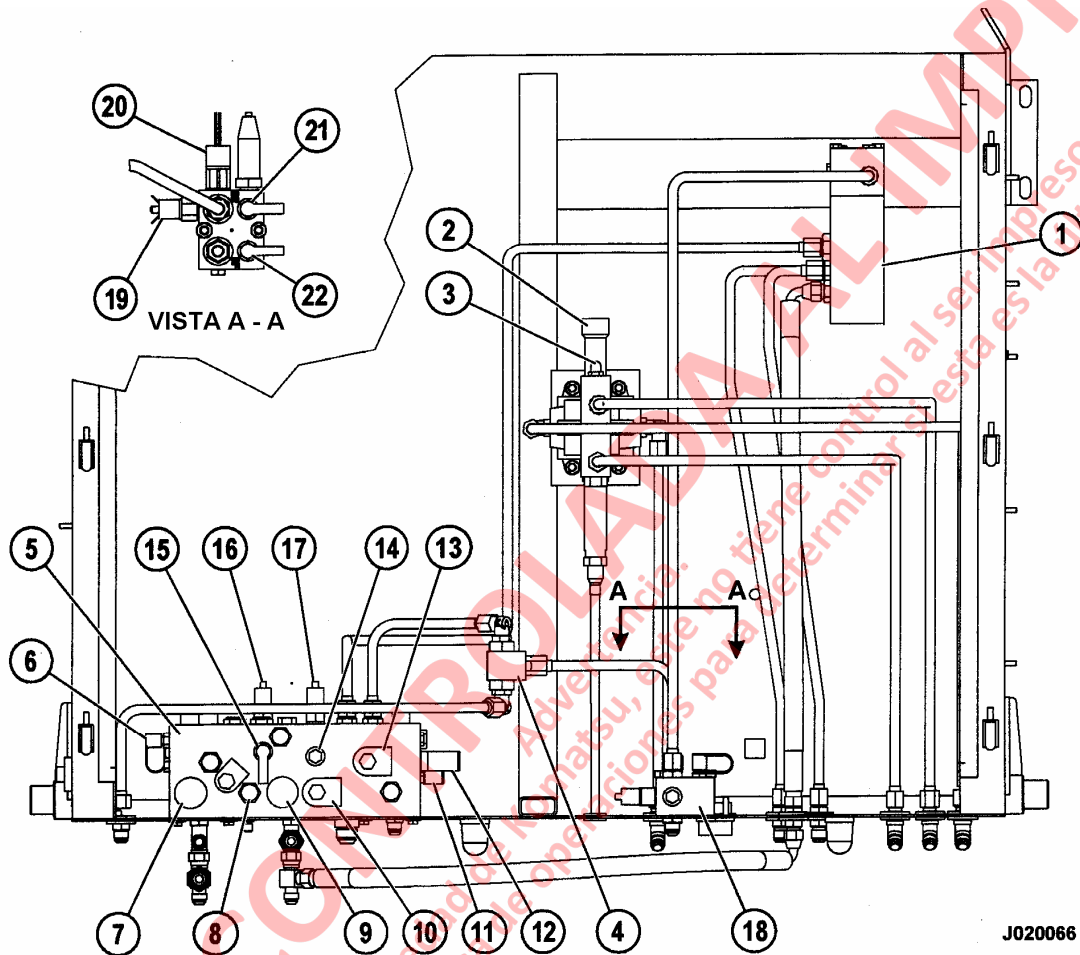

FIGURA 4-1. GABINETE DE FRENO HIDRAULICO
3. Abra las válvulas de purga (7) y (9, Figura 4-1) en el múltiple de frenos para purgar los acumuladores de freno.
- a. Lumbrera de prueba "BF" de freno delantero (22, Figura 4-1) - indicador en 20.685 kPa (3000 psi).
- b. Lumbrera de prueba "BR" de freno trasero (21, Figura 4-1) - indicador en 20.685 kPa (3000 psi).
Lumbrera de prueba de baja presión del acumulador "LAP1" (15, Figura 4-1) – indicador en 20.685 kPa (3000 psi).
12. Desconecte el cable conductor de la válvula de solenoide de bloqueo de frenos (13, Figura 4-1) que se encuentra en el múltiple de frenos en el gabinete de frenos hidráulicos.
- ☐ Verifique que la presión del freno trasero (BR) sea de  $6.895 \pm 172$  kPa ( $1000 \pm 25$  psi) cuando se reanuda la advertencia.
17. Mueva uno de los indicadores de presión (BR o BF) a la lumbrera de presión de liberación de freno de estacionamiento (PK2) (14, Figura 4-1).